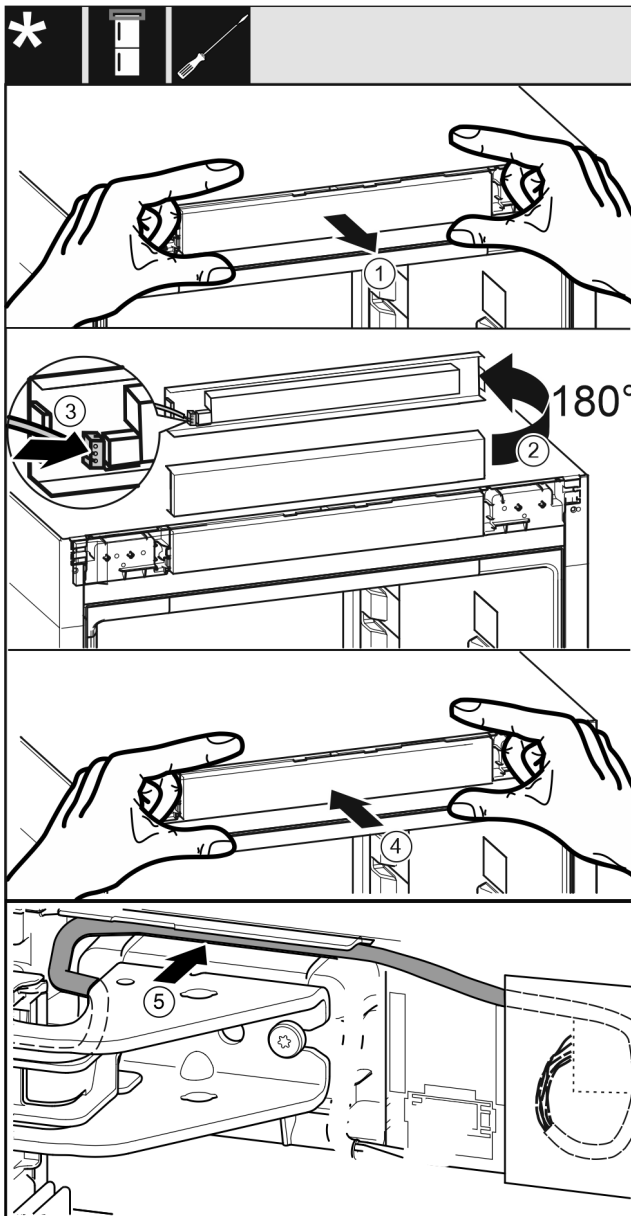

Fig. 40
- Extrageți cu precauție masca de operare Fig. 40 [1].
- Rotiți masca de operare Fig. 40 (2) cu 180° în sus.
- Fixați în poziție fișa Fig. 40 (3) la masca piesei de operare.
- Fixați din nou în poziție masca de operare Fig. 40 (4) la aparat.
- Pozați cu precauție cablul Fig. 40 (5) în ghidaj deasupra suportului superior de lagăr.